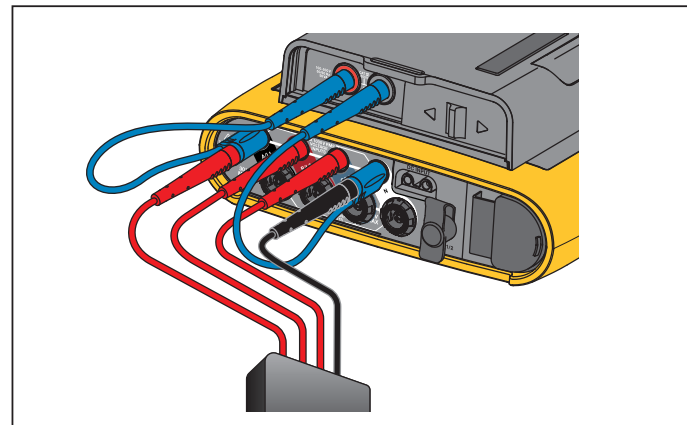

Рисунок 8. Измерение с нейтральным напряжением и с источником питания прибора
- Подключите N ко второму входу источника питания. См. Рисунок 8.